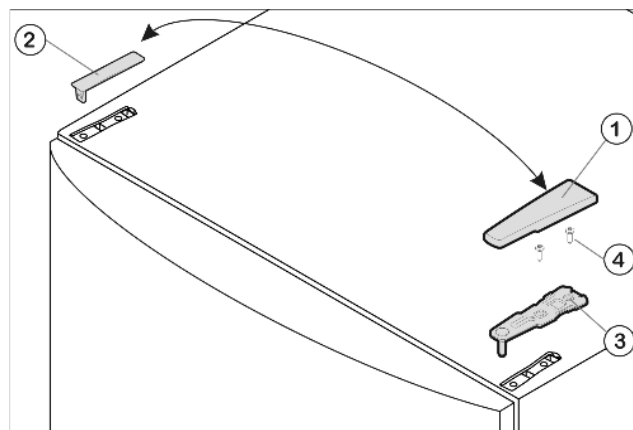

Fig. 4
- Стяните крышку Fig. 4 (1) вперёд и снимите крышку Fig. 4 (2).
- Открутите верхний опорный кронштейн Fig. 4 (3) (2 шт. Torx 25) Fig. 4 (4) и вытяните вверх.
- ▶ Установите верхний опорный кронштейн Fig. 4 (3) на новой стороне шарнира и защелкните в дверце.
- ▶ Прикрутите верхнюю опорную подставку (2 шт. Torx 25) Fig. 4 (4). При необходимости просверлите отверстия или используйте аккумуляторную отвертку.
- ▶ Защелкните крышку Fig. 4 (1) и крышку Fig. 4 (2) на противоположной стороне.